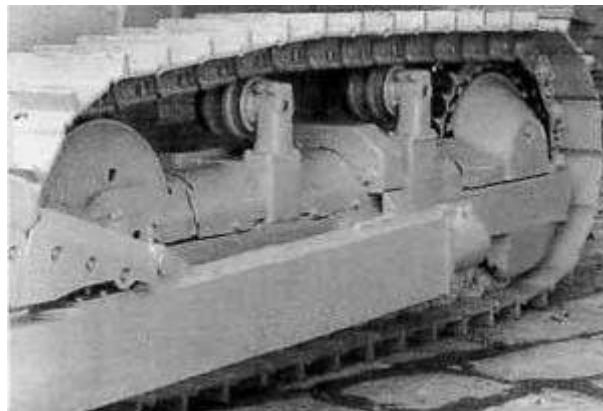

Рис. 6-17
- а) Опустить отвал на горизонтальную поверхность. Остановить двигатель. Перемещать рычаг управления отвалом вперед, назад, вправо, влево и осторожно поворачивать крышку маслоналивного отверстия (1), чтобы сгладить воздух. Затем снять крышку.
- б) Чтобы слить масло из бака, снять пробку сливного отверстия (2) в донной части бака. После слива масла установить пробку на место.
- в) Выкрутить болты (3) и снять крышку (4), очистить снятые детали и заменить фильтрующий элемент фильтра.
- г) Залить масло до необходимого уровня через маслоналивной патрубок (1) (см. указания по техническому обслуживанию для каждого 250 моточасов).
6. Опорные и поддерживающие катки (Рис. 6-17)